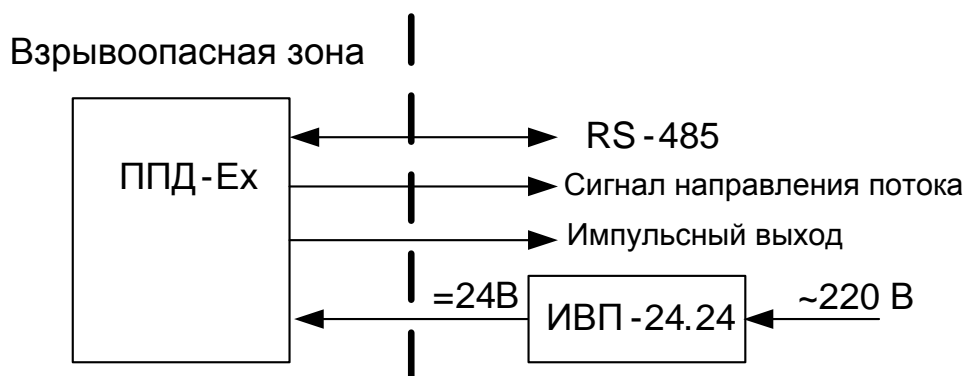

Рисунок 2 - Вариант поставки – один расходомер
2. В случае 1-го базового варианта комплектации расходомера (см. рис.2) в комплект поставки включается источник питания ИВП-24.24.